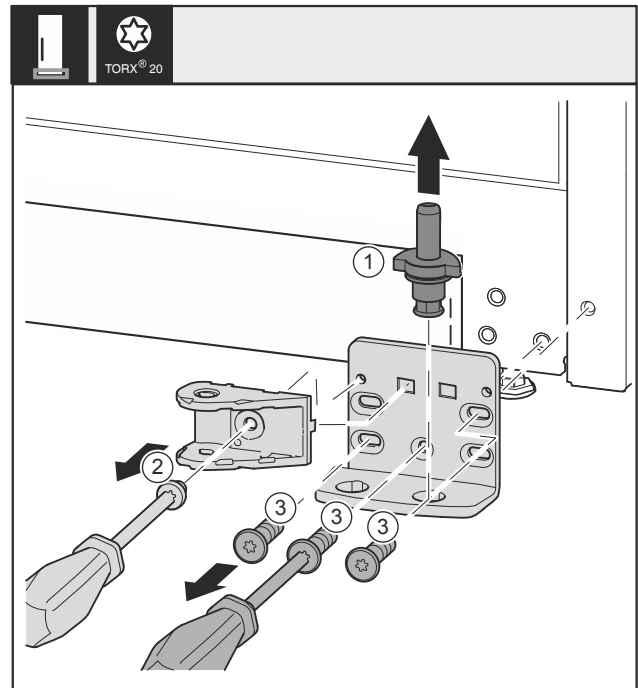

Fig. 32 *
- ▶ Træk lejebolten Fig. 32 (1) helt op.*
- ▶ Skru skruen Fig. 32 (2) ud med en skruetrækker, og tag lukkedæmperforbindelsen af.*
- ▶ Skru skruerne Fig. 32 (3) ud med en skruetrækker, og tag hængslet af.*